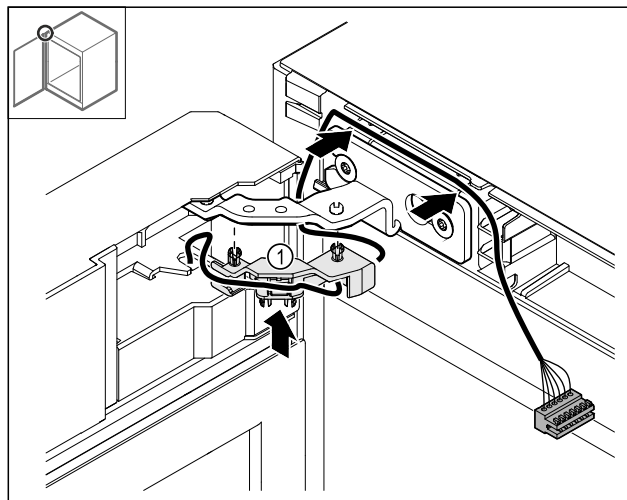

Fig. 45
- Kabelhalterung Fig. 45 (1) ins Scharnier drücken.